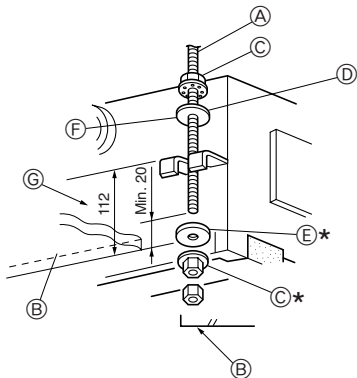

Fig. 2-7
- 1. Enfiler à l'avance les rondelles d'étanchéité ① ② (fournies) et leurs écrous (à se procurer sur place) dans les boulons de suspension. (Fig. 2-7)
* Procéder dans l'ordre suivant (à partir du haut) : écrou, rondelle isolée ②, rondelle sans isolant ①, deux écrous.
* Placer la rondelle isolée ② avec la surface isolée tournée vers le bas, comme illustré.
- 2. Soulever l'appareil pour le mettre en place, en l'alignant correctement sur le boulon de suspension. Passer le support entre les rondelles ① et ②, qui sont déjà en place et l'attacher. Procéder de la même manière pour les quatre emplacements.